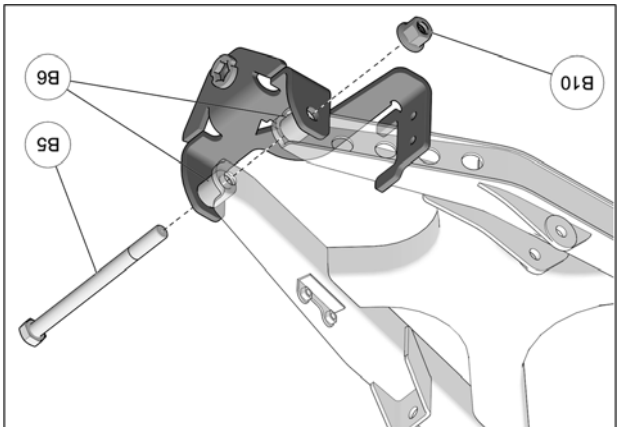

Fig. 8
8. Insérer le nouveau boulon M14x180mm (B5) à travers l'ancrage, les bagues (B6), le bras de suspension et le moyeu de roue. Fixer le boulon avec l'écrou M14 (B10) fourni. Serrer seulement à la main pour le moment. Voir la Fig. 8